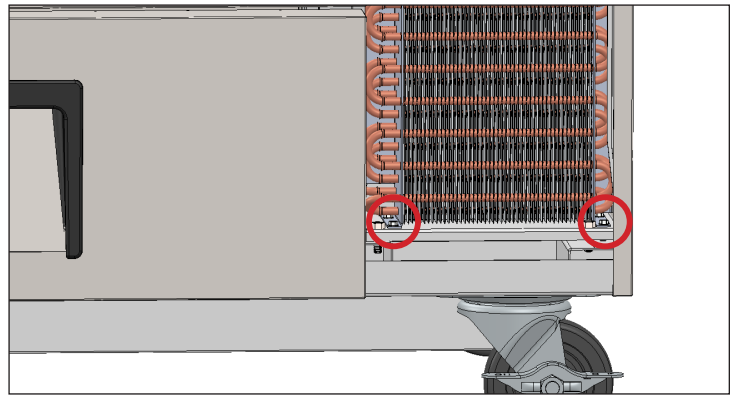

Abb. 4 Lage der Schrauben an der Unterseite des Verflüssigers.
5. Die Schrauben des Verflüssigersockels entfernen. Siehe Abb. 4.